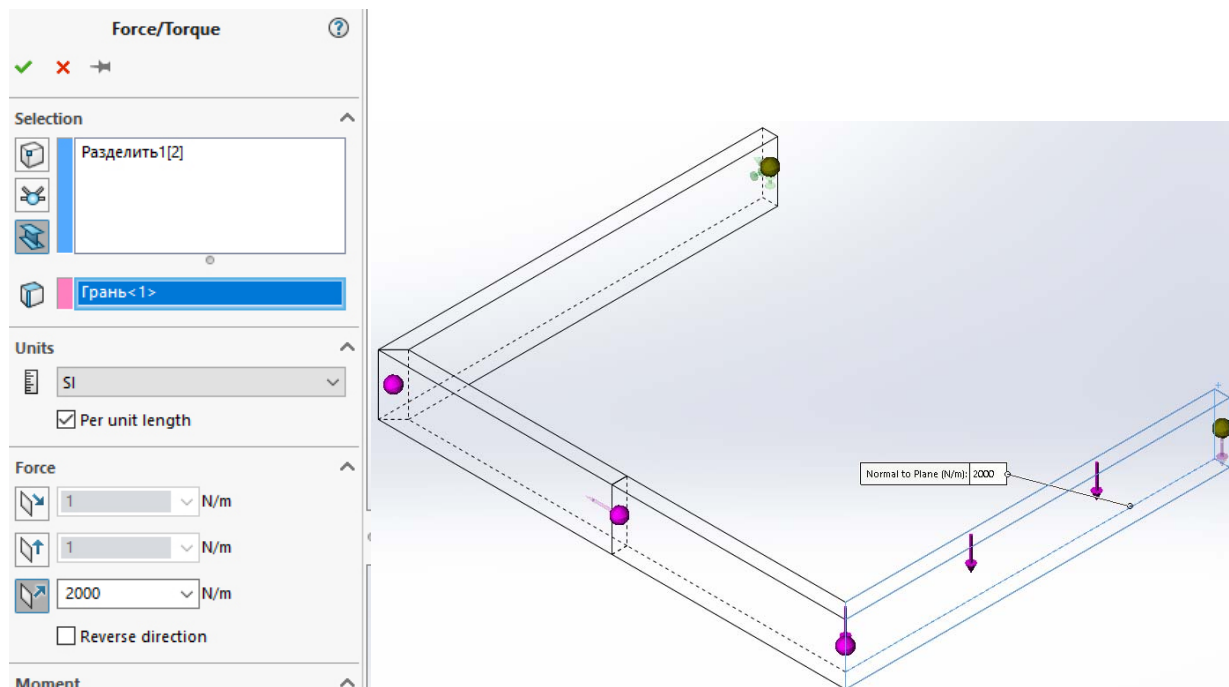

Рис. 4.80
– в полі *Force (Сила)* вибираємо  *Normal to plane (Перпендикулярно плоскості)* і вводимо значення розподіленого навантаження — 2000 Н/м (рис. 4.80). . Рекомендуємо самостійно перевірити схему, так як, в залежності від версії програми, можлива розбіжність в напрямленнях призначених навантажень.